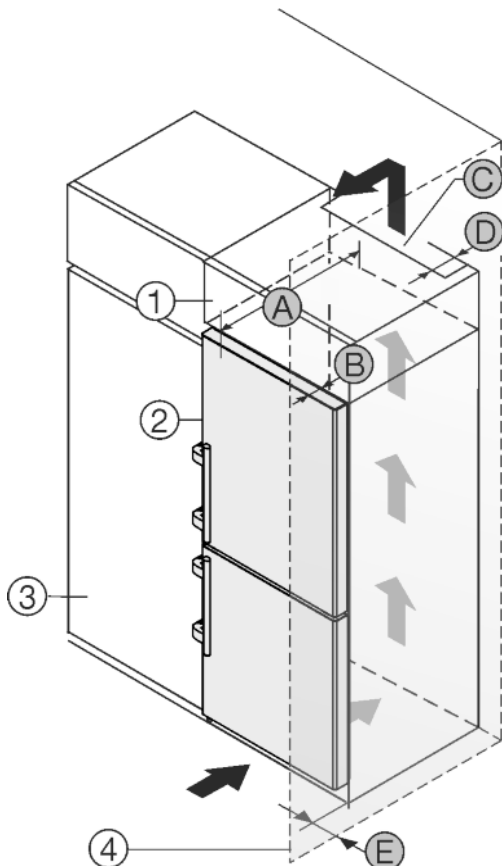

Fig. 26
Het apparaat kan in keukenkasten worden ingebouwd. Om het apparaat Fig. 26 (2) aan de hoogte van het keukenblok aan te passen, kan boven het apparaat een opzetkast Fig. 26 (1) worden aangebracht.
Het apparaat kan direct naast de keukenkast Fig. 26 (3) worden geplaatst. Om de deuren volledig te kunnen openen, moet het apparaat overeenkomstig de diepte Fig. 26 (B) t.o.v. het keukenkastfront uitsteken. Afhankelijk van de diepte van de keukenkast en het gebruik van de wandafstandhouders kan het apparaat verder uitsteken.
- Aan de achterzijde van de opzetkast moet een luchtafvoerkanaal met de diepte Fig. 26 (D) over de volledige breedte van de opzetkast aanwezig zijn.
- Onder het plafond moet de ventilatiedoorsnede Fig. 26 (C) worden aangehouden.
Wanneer het apparaat met de scharnieren naast een wand Fig. 26 (4) wordt geplaatst, moet de afstand Fig. 26 (E) tussen apparaat en wand worden aangehouden. Dit komt overeen met de uitsteekmaat van de handgreep bij geopende deur.